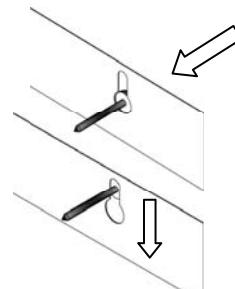

Figure 4
ÉTAPE 3: Positionnez les encoches en trou de serrure situées à l'arrière de la tablette de cheminée sur les vis. Tirez la tablette de cheminée vers le bas pour l'asseoir en place, tel qu'illustré à la **Figure 4**.